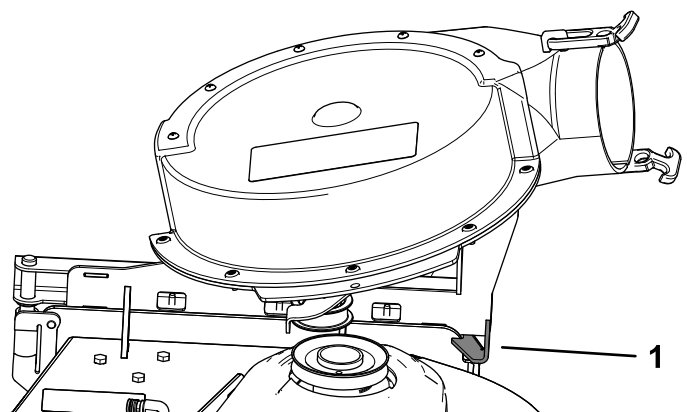

Figure 24
**Remarque:** Le ventilateur devait se verrouiller automatiquement en place, comme montré à la Figure 24.